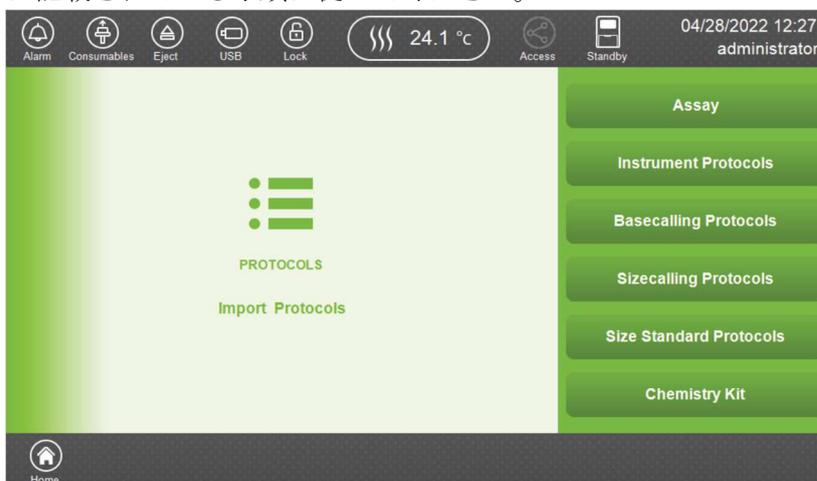

図 157 Import Protocols 画面
- 希望する protocol（図 157）をインポートするために **Chemistry Kit** を選びます。このステップの後、セクション 7.5.2 Protocol と Assay のインポートに記載されている手順に従ってください。